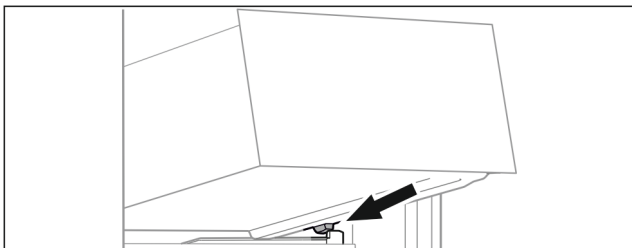

Fig. 60
- ▶ Schubfach schräg hinter den Stopperrn auf Behälterrippe aufsetzen. (siehe Fig. 60)